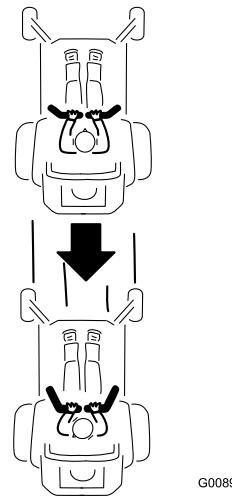

Figura 20
- Per procedere in retromarcia, guardatevi indietro e verso il basso man mano che tirate lentamente all'indietro le leve di controllo del movimento (Figura 20).
Per spostarvi in linea retta, applicate una pressione identica su entrambe le leve di controllo del movimento (Figura 20).